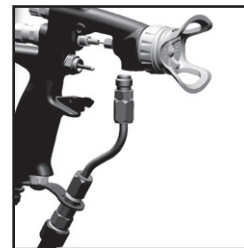

Bild 26
12. Tauschen Sie den Flüssigkeitsschlauch und den Abzug aus. (Siehe Bild 26 und 25)